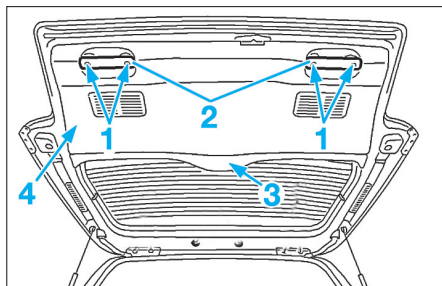

FIG. 64
- Déposer (Fig.64) :
- les vis (1),
- les poignées (2).
- la garniture supérieure (3),
- la garniture inférieure (4).